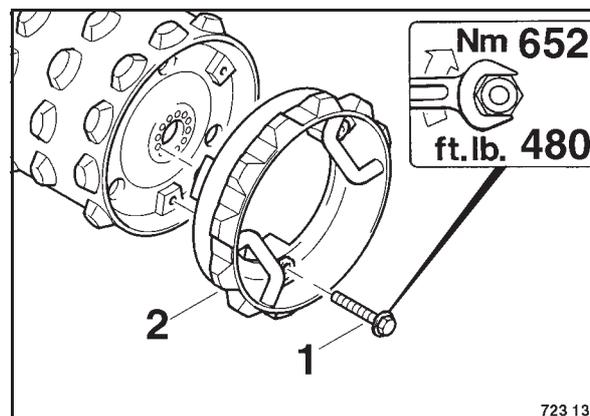

Bild 102
- Bandagenverbreiterungen 2 (Bild 102) an die Bandagen ansetzen und jeweils drei Befestigungsschrauben (1) eindrehen und festziehen.